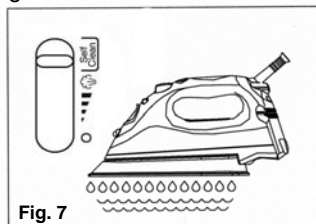

Fig. 7
5. Tournez la commande variable de vapeur complètement vers la droite jusqu'à la position d'autonettoyage et tenez le fer à l'horizontale, au-dessus de l'évier. (Fig. 7)